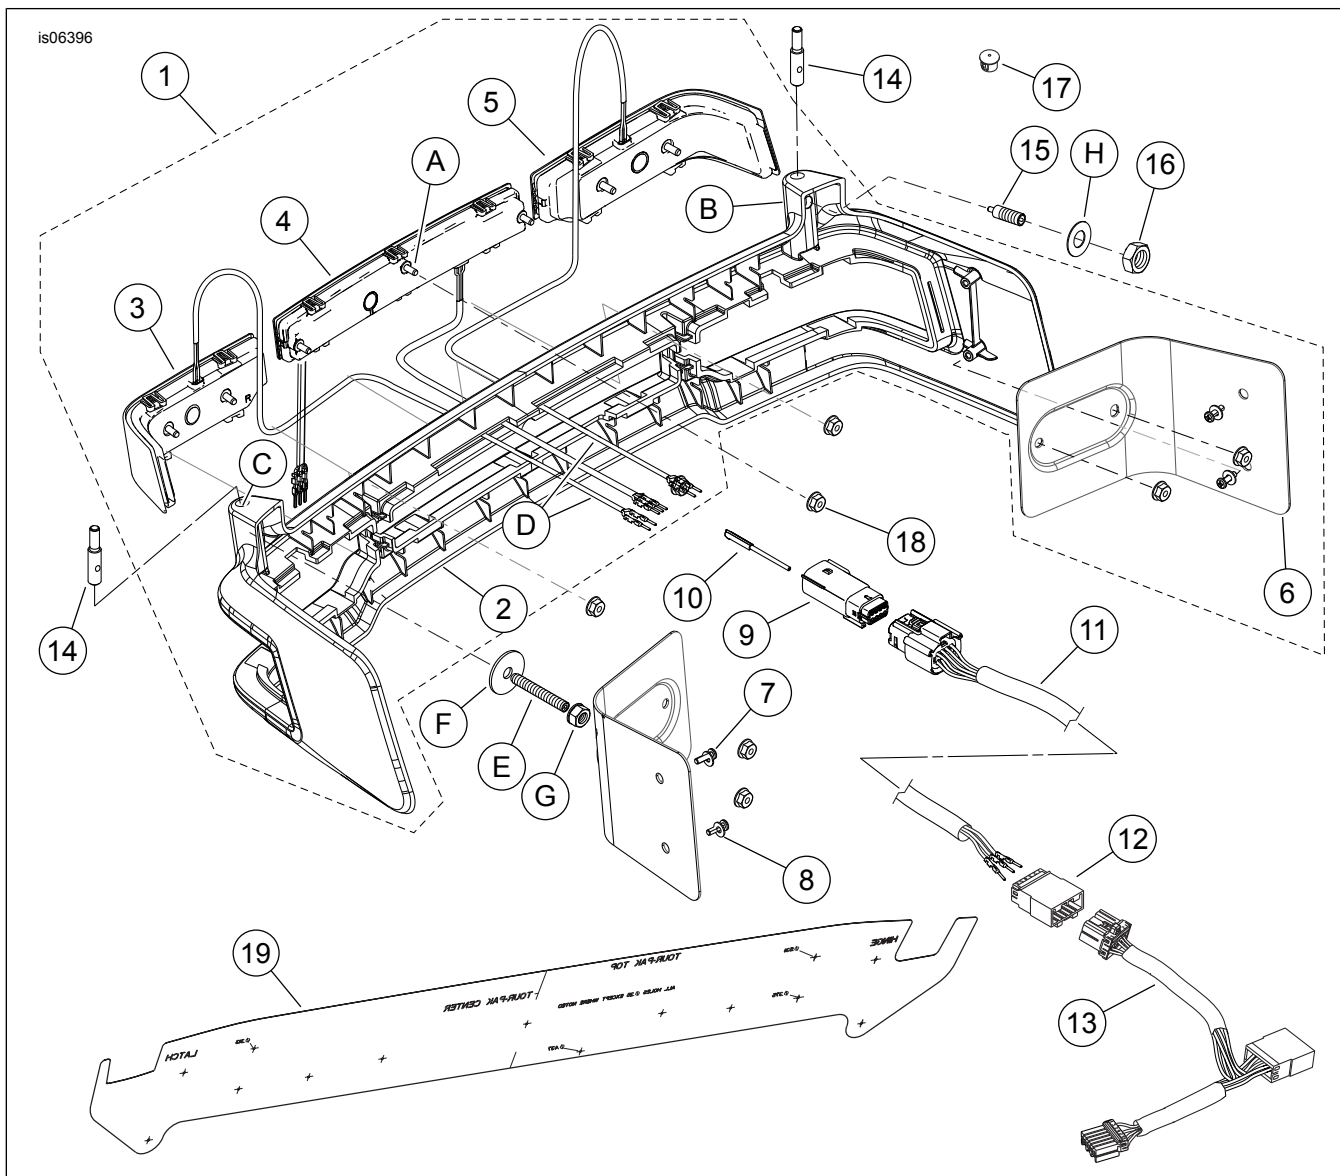

Figura 3. Parti di ricambio, kit delle luci angolari a LED per Tour-Pak
Vedere Figura 3 e Tabella 1.
1. Posizionare la maschera (19) presa dal kit sulla parte posteriore del Tour-Pak, allineandola intorno alla cerniera sul lato sinistro e alla chiusura sul lato destro. Fissare saldamente la maschera sul Tour-Pak con del nastro.
5. Vedere Figura 3. Applicare una piccola quantità di sigillante al silicone intorno alla base dei sette prigionieri filettati (A) sulla parte posteriore del gruppo delle luci angolari a LED (1) per evitare infiltrazioni di acqua nel Tour-Pak.